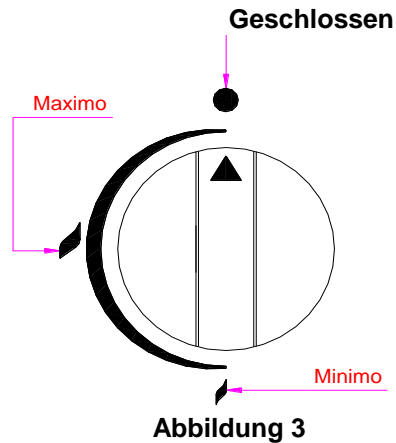

Abbildung 3
- c) Drücken Sie den Bedienungsknopf des gewählten Brenners an Ihrem Grillofen und drehen Sie diesen in einer ¼ Drehung gegen den Uhrzeigersinn, bis an die Maximalleistung (Máx) gelangen (**Abbildung 3**).
- e) Um den Brenner auf Mindestleistung zu bringen, drehen Sie nochmals den Bedienungsknopf gegen den Uhrzeigersinn ohne diesen dabei zu drücken, um von der Maximalleistungsposition bis an die Minimalleistungsposition desselben zu gelangen (Abbildung 3).